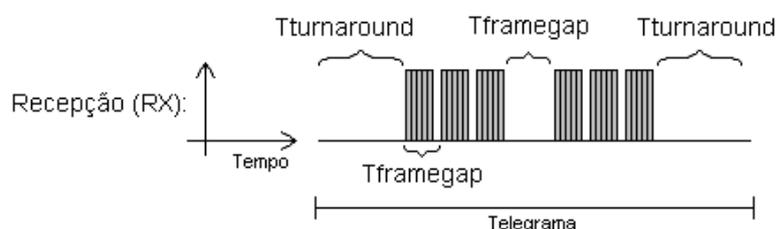

Figura 2.3: Recepción de datos BACnet
**Recepción (RX):** El tiempo máximo entre cada byte ( $T_{framegap}$ ) es de 20 bit times. El tiempo mínimo entre frames ( $T_{turnaround}$ ) luego del "stop bit" del último byte del frame es de 40 bit times, conforme presenta la Figura 2.3.
**Transmisión (TX):** la señal RTS debe ser deshabilitada luego del ( $T_{postdrive}$ ) 15 bit times después del envío del stop bit.